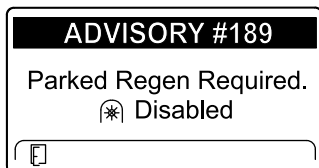

Рисунок 45
- Если вы не выполните стационарную регенерацию в течение 2 часов, дисплей инфо-центра отобразит сообщение «Требуется стационарная регенерация — вал отбора мощности выключен» — ИНФОРМАЦИОННОЕ СООБЩЕНИЕ № 189 (Рисунок 45).